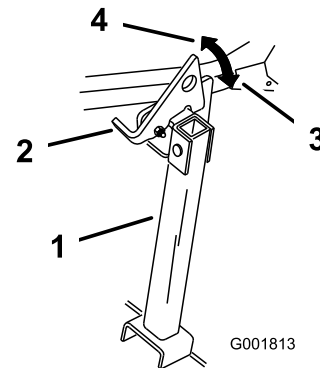

Figura 45
2. Levante el enganche a la posición desbloqueada (Figura 45).